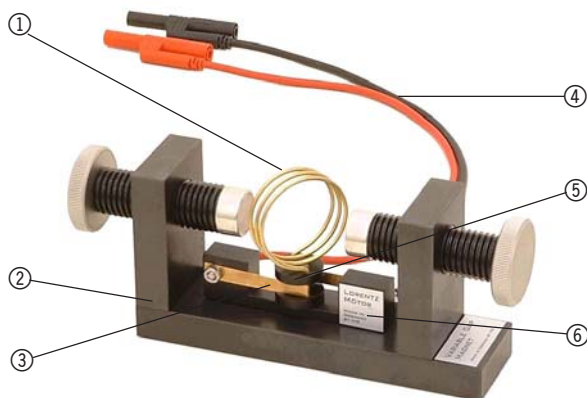

Fig.1 Componentes
I cavi di collegamento applicati saldamente ④ sono dotati di connettori da laboratorio di sicurezza, normalmente in commercio, di 4 mm di diametro. In un cavo è presente una resistenza di compensazione di circa  $0,16 \Omega$  (in fig. 1 non visibile), per limitare la corrente max. del motore affinché la regolazione elettronica degli alimentatori comunemente in commercio non venga "toccata".